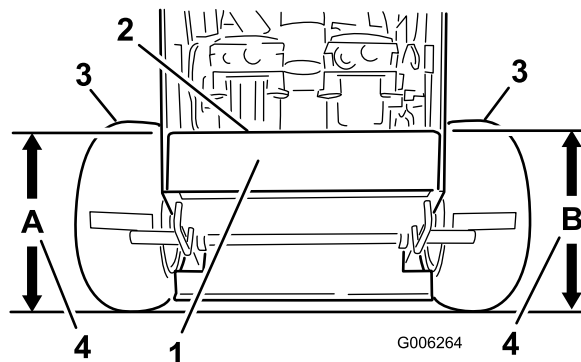

Figure 57
4. Mesurez la hauteur du plancher moteur au point **A** (Figure 57).
5. Mesurez la hauteur du plancher moteur au point **B** (Figure 57).